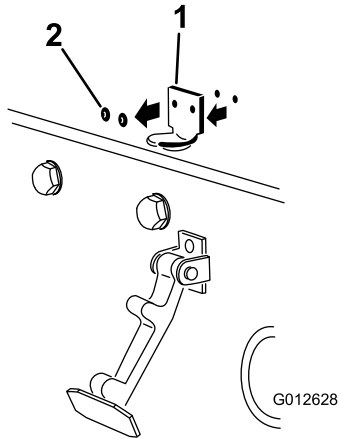

**Figura 4**
1. Sganciate il fermo del cofano dalla staffa (Figura 4).